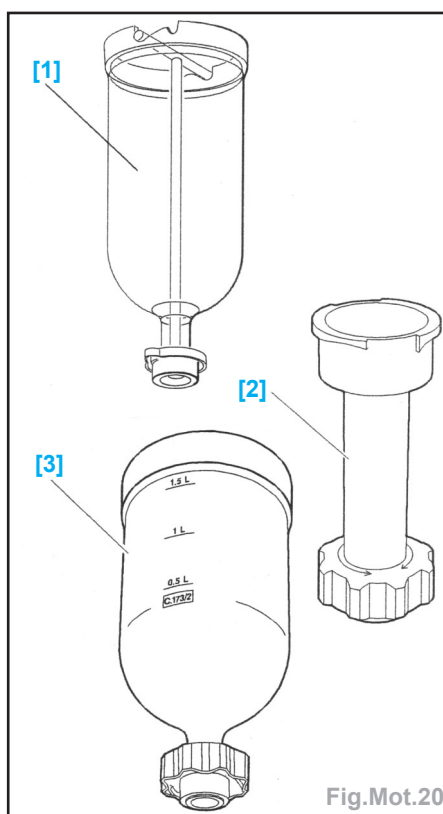

Fig.Mot.20
- Outils nécessaires (Fig.Mot.20) :